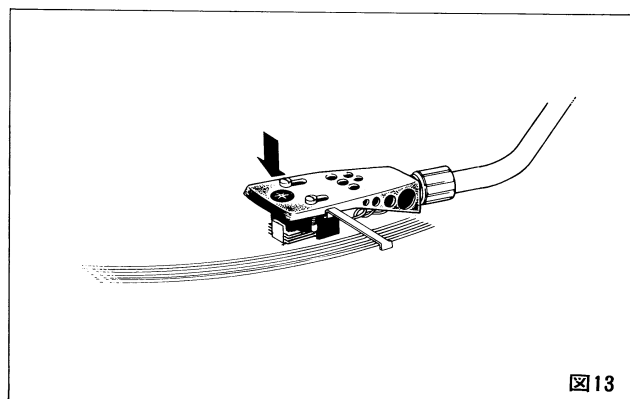

図13
- ⑤ カートリッジの針カバーをはずし、ヘッドシェルの指かけを持ってトーンアームをアームレストから外し、レコードの上に持っていきます。
- ⑥ アームリフターを下に倒しますとトーンアームが静かに盤面に下がり、レコード演奏が始まります。(図13)
- ⑦ 演奏終了時、または途中で演奏を中止する場合はアームリフターを上を持ち上げますと、針先がレコード盤面から離れますのでヘッドシェルの指かけを持ってトーンアームをアームレストまで戻してください。次にPOWERスイッチボタンを押し戻しますとモーターが停止します。